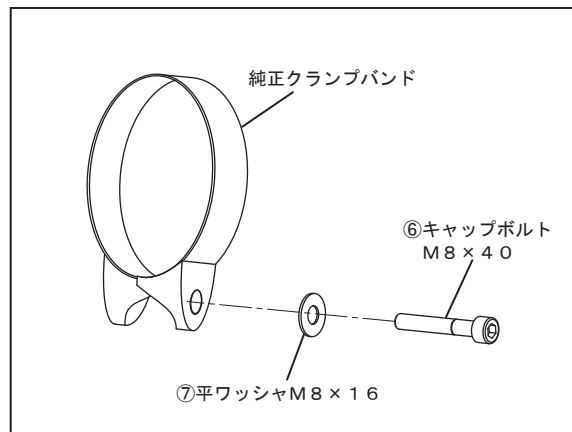

FIG. 1
3. 純正クランプバンドのボルトを外し、⑥キャップボルトM8×40、⑦平ワッシャM8×16を取り付けて下さい。(FIG. 1参照)